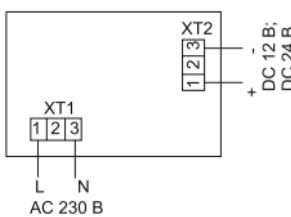

Рисунок 3
4.4.4 Подключение светильника ДПА 5032-3, ДПА 5043-3 к питающей сети переменного тока 230 В производить к контактам клеммной колодки XT1 (рисунок 3), расположенной на плате управления, согласно маркировке: (L) фазный проводник, (N) нейтральный проводник сети.